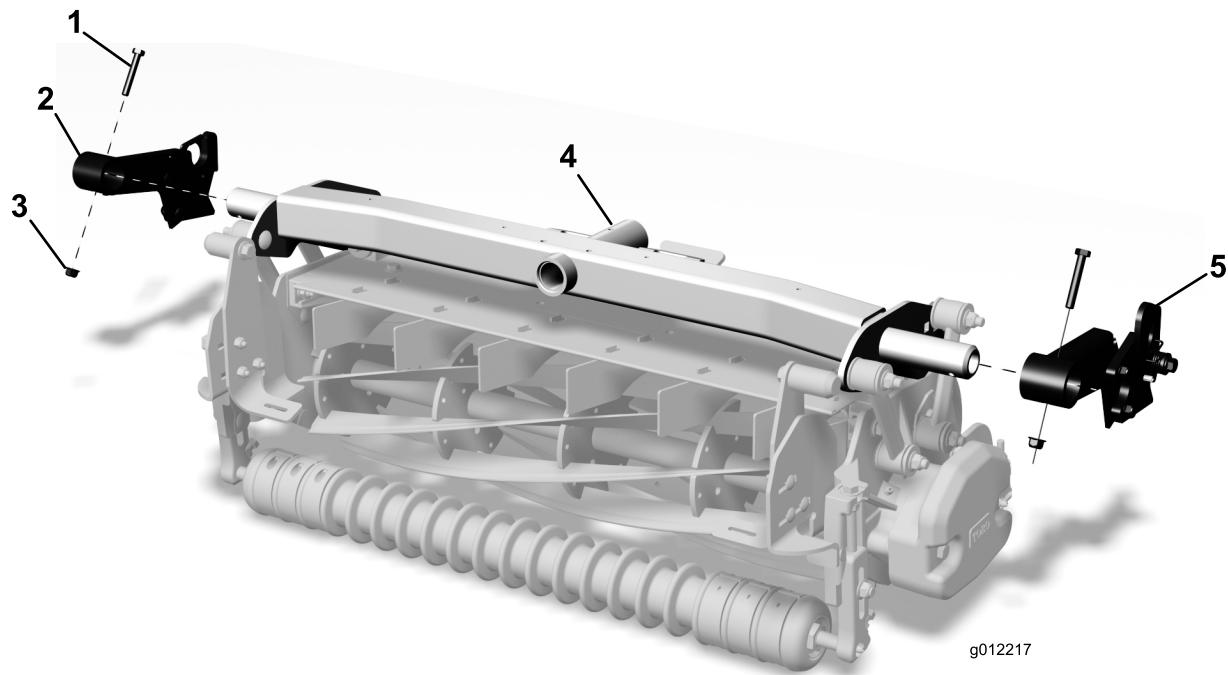

Figura 5
5. Insira o suporte do cesto do lado direito com montagem do guia na extremidade direita do tubo da estrutura da carroçaria da unidade de corte (Figura 5).
parafuso (5/16 pol. x 2-1/4 pol.) e porca flangeada (5/16 pol.) posicionando como se mostra na Figura 5.
7. Insira o suporte do cesto do lado esquerdo com montagem do suporte na extremidade esquerda do tubo da estrutura da carroçaria da unidade de corte (Figura 5).
8. Alinhe os furos no suporte do cesto com o furo do tubo da estrutura da carroçaria e prenda com um parafuso (5/16 pol. x 2-1/4 pol.) e porca flangeada (5/16 pol.) posicionando como se mostra na Figura 5.